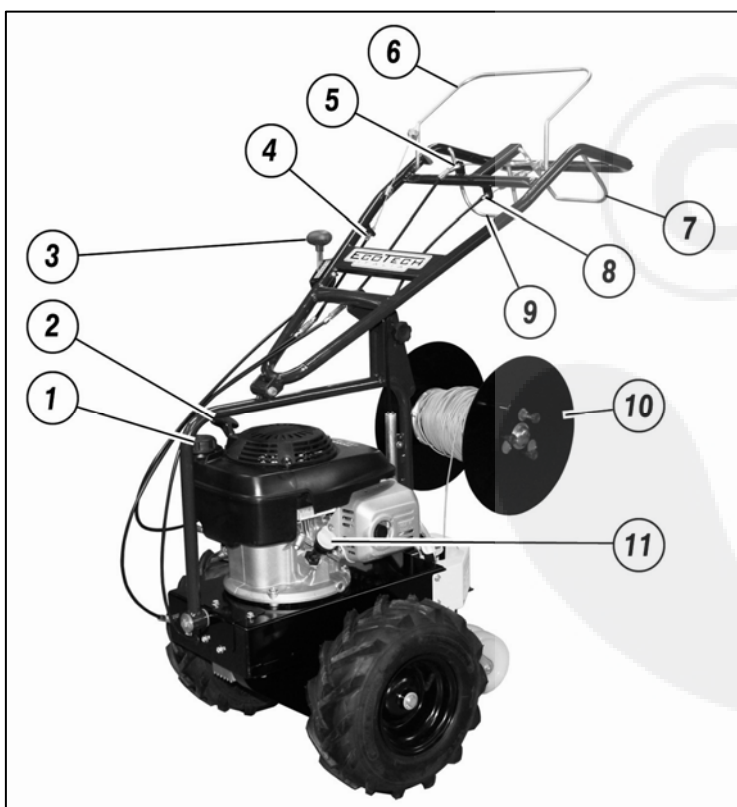

Fig.1
- Contrôler que le niveau de l'huile ne soit pas au minimum : dévisser le bouchon (fig.1 n.11), nettoyer la jauge de niveau avec un chiffon et revisser le bouchon. Dévisser à nouveau et s'assurer que le niveau soit compris entre les deux encoches de minimum et de maximum. Si le niveau est en-dessous du seuil minimum, ajouter de l'huile jusqu'à atteindre le bon niveau. (demander l'huile la mieux adaptée à votre revendeur).
- Contrôler que tous les leviers soient au point mort (fig.1 n.6/n.9).
- Pour démarrer le moteur à froid, amener la manette de l'accélérateur (fig.1 n.3) sur START.
- Saisir la poignée de démarrage du moteur (fig.1 n.2) puis tirer d'un coup sec. Attendre quelques minutes afin que le moteur atteigne la température d'exercice, avant de le faire tourner à plein régime.
Avant de commencer le travail, il faut placer le câble dans son dérouleur, régler la profondeur d'enfouissement, attacher l'extrémité du câble à un piquet, s'assurer que personne ou aucun animal ou aucun objet de valeur ne se trouve dans un rayon d'au moins 15 mètres, puis démarrer le moteur et une fois qu'il est chaud, il est alors possible de commencer le travail. Actionner au maximum le levier d'activation de la rotation de la fraise (fig.1 n.9), tirer au maximum le levier d'avancement (fig.1 n.1), et commencer le travail en restant toujours très prudent. Lire attentivement la description des opérations indiquées ci-dessous. Durant les périodes estivales ou toutefois en présence de terrain sec, il est conseillé d'arroser abondamment l'herbe le jour qui précède le travail.
**LA MACHINE A BESOIN D'UN RODAGE ! DURANT LA PREMIÈRE HEURE DE TRAVAIL, LES COURROIES SE RÈGENT. CONTRÔLER QUE LES RESSORTS DE TENSION FONCTIONNENT TOUJOURS DE FAÇON RÉGULIÈRE** (fig.1 n.4/n.5).
Pour une meilleure utilisation de la machine, considérant la variété des types de câbles et des types de bobines présents sur le marché, il est conseillé d'enrouler le câble autour du dérouleur (fig.1 n.10) en utilisant la manivelle présente sur le dérouleur. Il est important d'enrouler le câble dans le sens horaire pour garantir un parfait déroulement durant le travail (fig.2). Si l'on veut au contraire utiliser les bobines de câble déjà enroulées, on peut démonter la plaque gauche du dérouleur en dévissant les trois pommeaux (fig.3) et en tournant légèrement la plaque, placer la bobine autour du tube du dérouleur en utilisant éventuellement des adaptateurs, puis remonter la plaque et serrer les trois pommeaux à fond. Une fois que le câble est placé sur le dérouleur, il faut enfiler l'extrémité de celui-ci à l'intérieur du tube de l'ailette (fig.4) jusqu'à le faire ressortir de quelques centimètres de la partie inférieure.